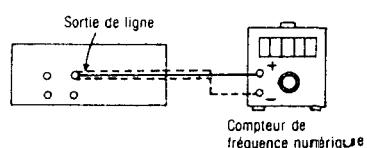

Fig. 3
2.Régler le régulateur de tension dans le moteur (voir Fig. 3), de telle sorte que la sortie soit en deçà de la valeur standard.